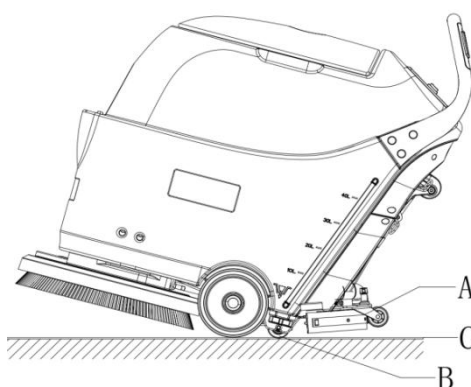

Figura 8
1. Suelte los interruptores de seguridad (1), y luego el cepillo /soporte de la almohadilla dejar á de funcionar.
2. Presione el interruptor del cepillo (46), el interruptor de aspiración (47) y el interruptor de encendido (45) en la posición de apagado "o".
4. Levante la escobilla de goma (A, Figura 8) del suelo mediante la palanca de elevación (14).
5. Sostenga el manillar de la máquina (2) e incline la máquina hasta que las ruedas auxiliares (B, Figura 8) toquen el suelo.